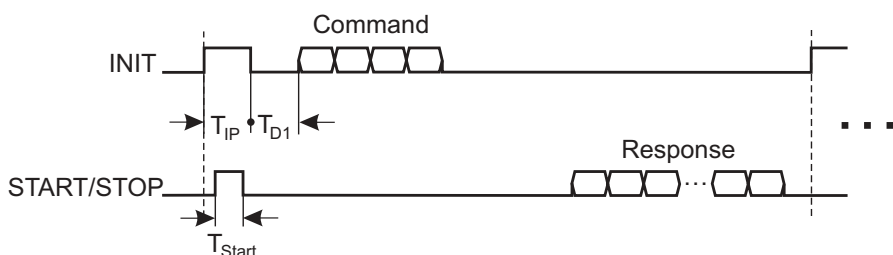

Figure 7-1 : Principe de la transmission de données pour le protocole de données IP
Lorsque la durée  $T_{IP}$  du signal INIT est prolongée à environ  $15 \mu s$ , le capteur de déplacement commute du mode de mesure DPI en mode IP (➔ figure 7-1).
- $T_{IP}$  Signal INIT  $< 5 \mu s$  principe de mesure START/STOP (➔ figure 2-1) ou :  $T_{IP}$  env.  $15 \mu s$  mode de protocole IP (➔ figure 7-1)